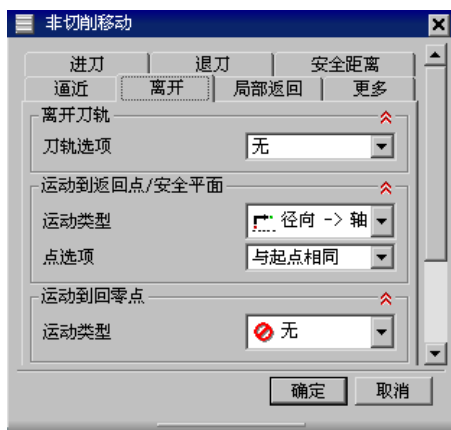

图 9.13 “离开”选项卡
Step2. 在“非切削移动”对话框中选择“离开”选项卡，设置图 9.13 所示的参数。